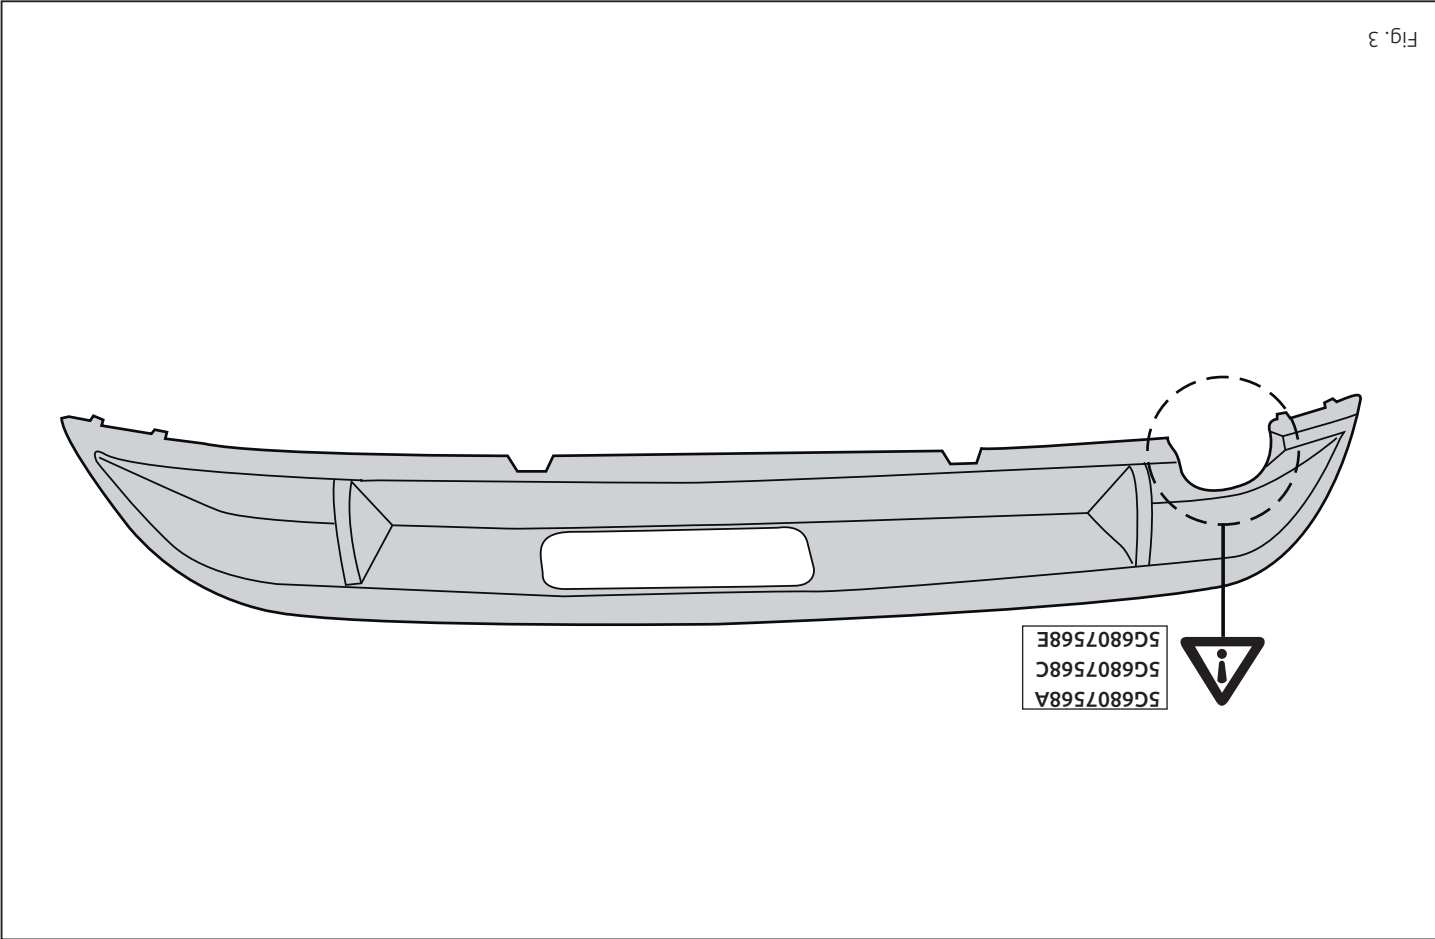

Fig. 3
See figure 3
- Den Stoßfänger können Sie unter Angabe der folgenden Volkswagendealer bestellen. Siehe Abbildung 3
Le becquet de pare-choc peut être commandé chez votre concessionnaire Volkswagen dealer. Voir la figure 3
Se fig 3